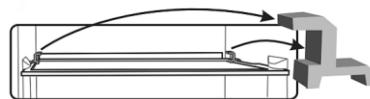

Рис. 5
- Удалить все красные элементы с полок (рис. 5), они нужны только для транспортировки.